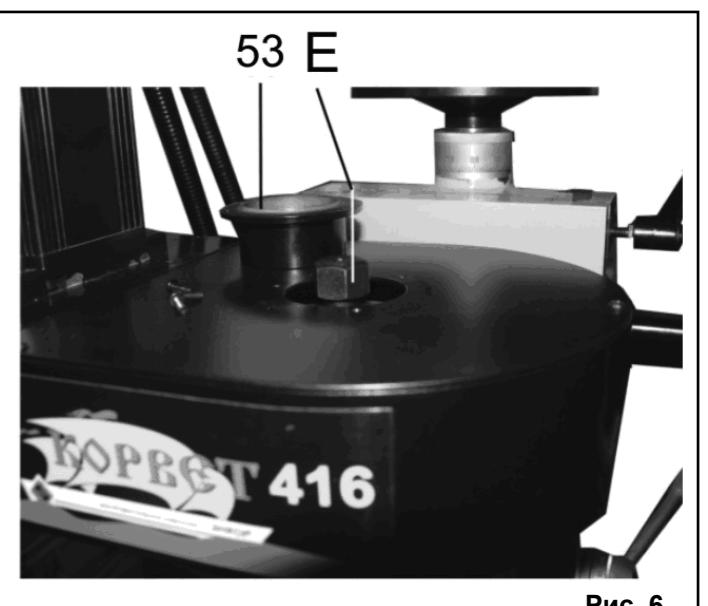

Рис. 6
##### **10.2. Сверление (Рис. 2а, 2б, 2в, Рис.6)**
- Демонтируйте колпак (53), как показано на Рис. 6
- Установите в шпиндель шпильку (Е), как показано на Рис. 6.
- На шпильку (Е), Рис. 6, устанавливается сверлильный патрон (11), Рис. 2а, в котором имеется специальное резьбовое отверстие.
- Затяните шпильку (Е), Рис. 6, удерживая шпиндель